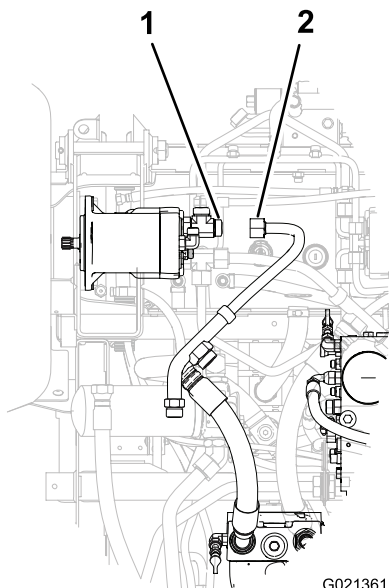

Figura 6
1. Retire la tuerca del tubo del divisor del acoplamiento en T del motor de tracción delantero derecho, y retire el tubo de la máquina (Figura 6).